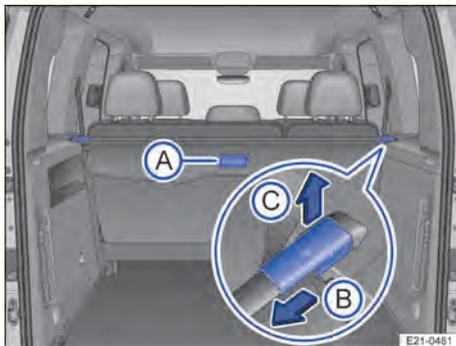

Fig. 133 No compartimento de carga: cobertura do compartimento de carga.
1. Puxar a cobertura do compartimento de carga um pouco para trás pela alça → Fig. 133 (A).
1. Puxar a cobertura do compartimento de carga enrolada de maneira uniforme para trás pela alça → Fig. 133 (A).
1. Destruar a cobertura do compartimento de carga no sentido da seta → Fig. 133 (B) e levantar no sentido da seta → Fig. 133 (C).
2. Puxar e segurar o travamento da cobertura do compartimento de carga no sentido da seta → Fig. 133 (B).